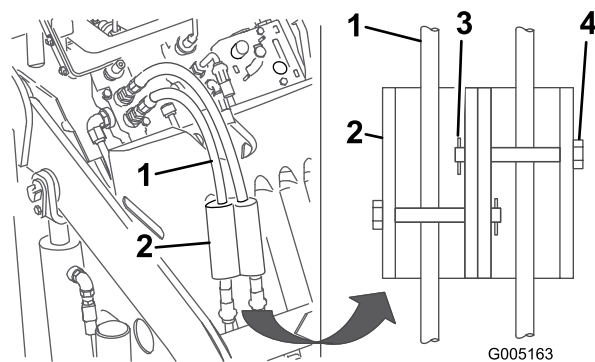

Figura 21
7. Abbassate i blocchi del cilindro sui flessibili idraulici e fissateli con il cavallotto con perno e la coppiglia (Figura 21).